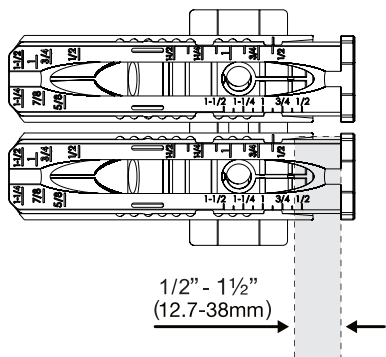

Рис. 5
- Установка глубины сверления - (Рис. 5 и Рис. 5а)
Рис. 5а